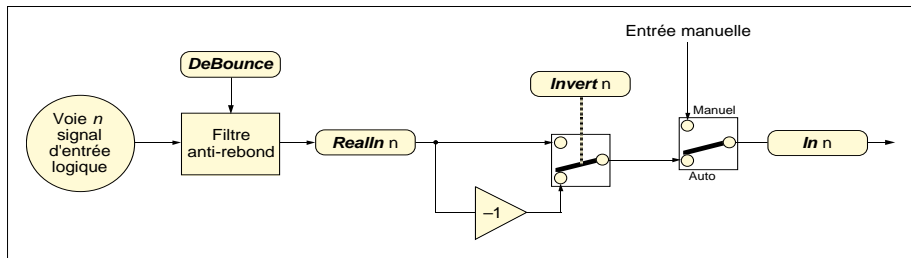

Figure 2-14 Schéma du bloc DGIN_8
Se reporter à la figure 2-14, qui schématise l'une des huit voies logiques. Le bloc DG_IN permet d'entrer 8 signaux logiques dans le schéma de boucles, et dispose du contrôle Auto/Manuel, de l'inversion et de l'anti-rebond. Les entrées peuvent être configurées soit comme détectant toutes des contacts ou des tensions. Les contacts utilisent la sortie de l'alimentation transmetteur (qui dispose d'une alarme de surcharge), à condition qu'elle n'alimente pas de transmetteurs analogiques. La borne de tension de tirage externe (IX) peut également être utilisée pour le tirage matériel de huit entrées logiques maximum. Les entrées de détection de tension ont des seuils de commutation variables.